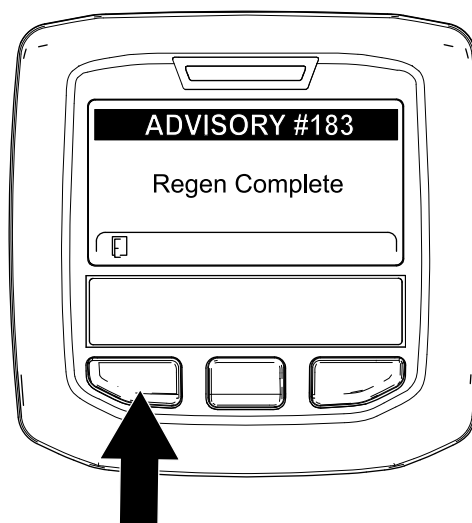

Figura 68
9. Cuando el ordenador del motor finaliza una regeneración con la máquina aparcada o una regeneración de recuperación, el InfoCenter muestra ADVISORY #183 (Aviso n.º 183) (Figura 68). Pulse el botón de la izquierda para salir a la pantalla de inicio.